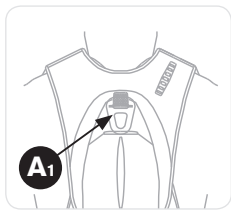

Figura 17
- Conecte o mosquetão da passadeira com absorção de energia ao ponto de fixação de proteção contra queda marcado **A₁** (consulte a Figura 17). **A₁** é o único ponto de fixação que fará com que a função de resgate do Latchways PRD funcione.